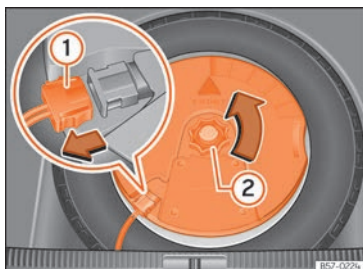

Fig. 184 În portbagaj: demontați subwoofer-ul.
- Deconectați cablul difuzorului subwoofer » fig. 184 ①.
- Rotiți roata de asigurare în sens antiorar » fig. 184 ②.